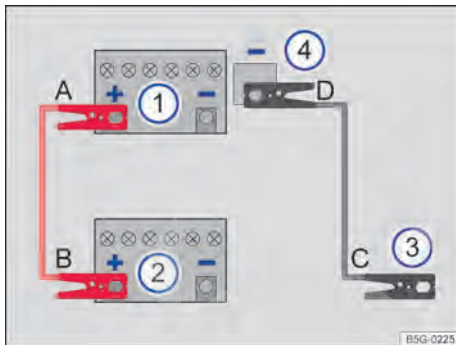

Fig. 218 Esquema para a conexão dos cabos auxiliares de partida no veículo que presta auxílio de partida.
Legenda para Fig. 218:
Conectar o cabo auxiliar de partida somente na sequência A – B – C – D → Fig. 218.
- Conectar uma extremidade do cabo auxiliar de partida *vermelho* ao polo positivo (+) do veículo com a bateria do veículo descarregada → Fig. 218 1 → ⚠️.
- Conectar a outra extremidade do cabo auxiliar de partida *vermelho* ao polo positivo (+) da bateria do veículo fornecedora de corrente → Fig. 218 2.
- Conectar uma extremidade do cabo auxiliar de partida *preto* → Fig. 218 3, de preferência, num ponto de auxílio à partida (ponto de aterramento), ou então, na argola de reboque dianteira rosçada, conectar uma peça metálica maciça firmemente aparafusada com o bloco do motor ou no próprio bloco do motor.
- Conectar a outra extremidade do cabo auxiliar de partida *preto* → Fig. 218 4 no veículo com a bateria descarregada, de preferência, ao ponto de auxílio à partida (ponto de aterramento) → Página 284 ou então na argola de reboque dianteira aparafusada
- Desconectar o cabo auxiliar de partida com o motor em funcionamento somente na sequência **D – C – B – A** → Fig. 218.